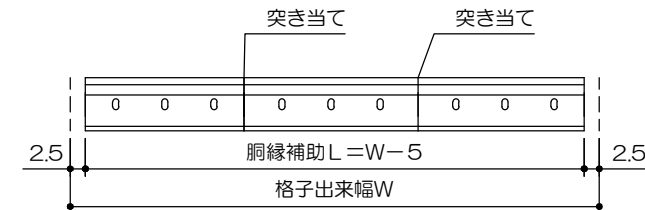

図5. 胴縁補助の取付(連結仕様)
- 胴縁補助を連結する仕様の場合は、胴縁補助同士を突き当てて取付けてください(図5)。